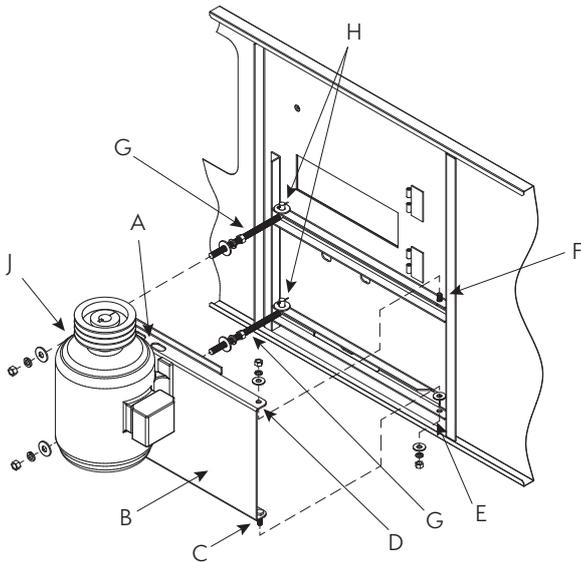

Abb. 18a – Montage des außenseitigen Motors
Bei allen Aggregaten, die schmaler als 10' (3 m) sind, werden die Motoren außen am Aggregat installiert, in einer Konfiguration, bei der die Welle nach oben zeigt, wie in Abb. 18a und 18b dargestellt. Aufgrund von Restriktionen hinsichtlich der Versandbreite können diese Motoren nicht am Aggregat montiert versendet werden, da sie über die Breite des Lastkraftwagens hinausragen würden. Aus diesem Grund werden der/die Motor(en), die Motorabdeckung(en), Befestigungsschrauben, Drehbolzen und Keilriemen lose in der Kaltwasserwanne des Aggregates mitversendet. Für die ordnungsgemäße Installation dieser Komponenten sind die nachfolgenden Schritt-für-Schritt Anweisungen zu befolgen.
1. Machen Sie sich mit der Abbildung 18a vertraut, bevor Sie den Motorsockel am Aggregat montieren.